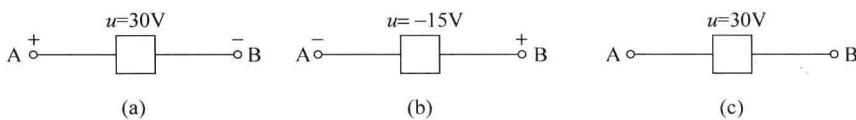

图 1-5 例 1-1 图
**例 1-1** 在如图 1-5 所示的电路中,方框泛指电路中的一般元件,试分别指出图中各电压的实际极性。
- (1) 图 1-5(a)中,  $A$  点为高电位,因  $u=30V>0$ ,故所标参考极性与实际极性相同。
- (2) 图 1-5(b)中,  $B$  点为高电位,因  $u=-15V<0$ ,故所标参考极性与实际极性相反。
- (3) 图 1-5(c)中,不能确定电压实际极性,因为虽然  $u=30V>0$ ,但图中没有标注参考方向,故无法确定。